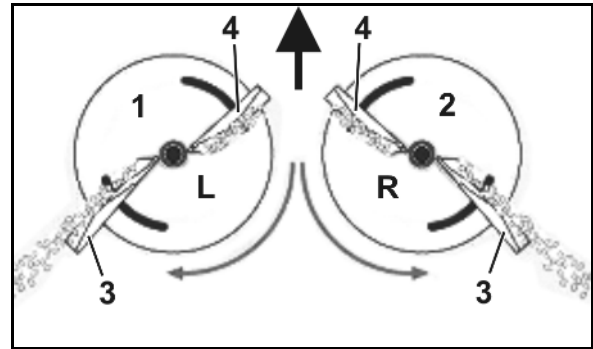

Bild 19
- Vänster spridarskiva (Bild 19/1) med markering **L**.
- Höger spridarskiva (Bild 19/2) med markering **R**.
- Lång (Bild 19/3) - Inställningsskala med värden från 35 till 55.
- Kort (Bild 19/4) - Inställningsskala med värden från 5 till 28.